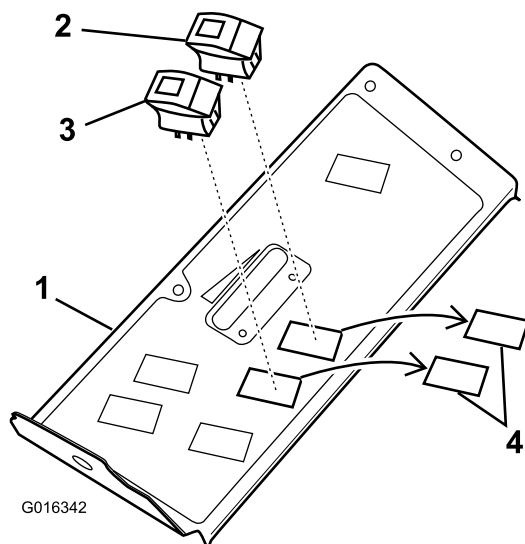

Figura 2
2. Localice y retire los 2 tapones más próximos a la parte delantera de la máquina, debajo de la pegatina (Figura 2).
3. Inserte el interruptor maestro y el interruptor de las luces de emergencia, según se muestra en Figura 2.